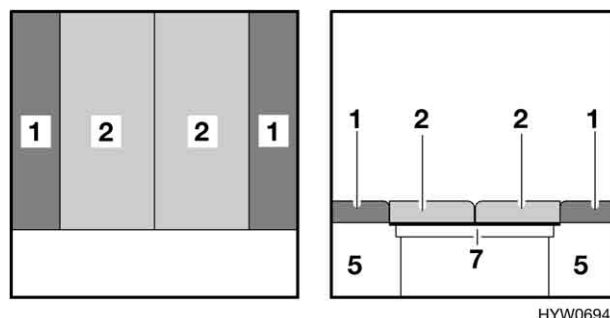

Fig. 52 Dopo la trasformazione
- Piazzare i cuscini dello schienale (Fig. 52,1) tra i cuscini del divano (Fig. 52,2) e la parete esterna.